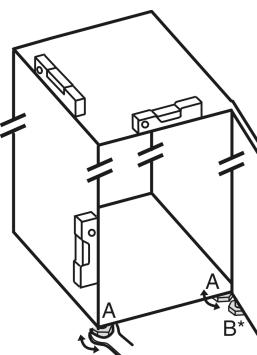

Fig. 5
- Выкрутите регулируемые опоры Fig. 5 (A) при помощи входящего в комплект поставки рожкового ключа и, используя уровень, выставьте устройство прочно и ровно по горизонтали.
- Выверните регулируемую опору Fig. 5 (B) на нижнем опорном кронштейне при помощи входящего в комплект поставки рожкового ключа до ее соприкосновения с полом.
► Поверните регулируемую опору Fig. 5 (B) еще на 90°.